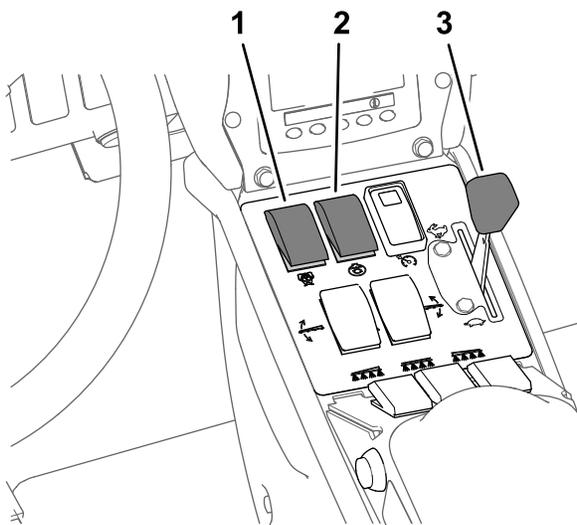

Figura 31
8. Ponga el interruptor de agitación y el interruptor de la bomba de fumigación en la posición de ACTIVADO (**Figura 31**).
9. Mueva el acelerador a la posición de RÁPIDO (Figura 31).
4. Ajuste el acelerador a la velocidad de motor deseada para la fumigación; consulte Figura 31, en Fumigación en el Modo de caudal de aplicación \(página 36\).
Nota: Este procedimiento supone que la bomba de fumigación está activada; consulte Figura 31, en Fumigación en el Modo de caudal de aplicación \(página 36\).